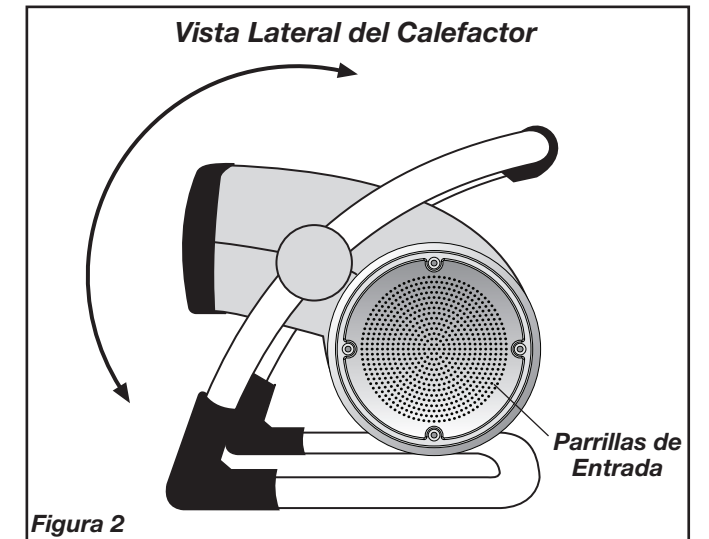

Figura 2
7. Mueva la **Perilla de Encendido** hasta la posición de calor deseada. El Calor Alto (1500 vatios) está representado por el (II) y el Calor Bajo por el (I).
9. Para ajustar el ángulo del flujo de aire del Calefactor, haga girar el cuerpo del Calefactor hacia delante o hacia atrás hasta la posición deseada. **Figura 2**
11. Para desconectar el Calefactor, gire la **Perilla de Encendido** hacia la posición de "APAGADO" (0), luego retire el enchufe del tomacorriente.
### OPERACIÓN DEL TERMOSTATO (Figura 2)